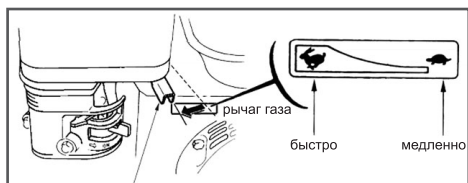

Рис.32
3. Переведите рычаг газа (Рис. 32) на 1/3 хода в сторону положения максимальных оборотов двигателя (обозначение зайца на наклейке - максимальные обороты, черепахи - холостые обороты).
- Откройте топливный кран, переместив рычаг топливного крана в рабочее положение (ON).
- Переведите рычаг газа (Рис. 32) на 1/3 хода в сторону положения максимальных оборотов двигателя (обозначение зайца на наклейкемаксимальные обороты, черепахи холостые обороты).